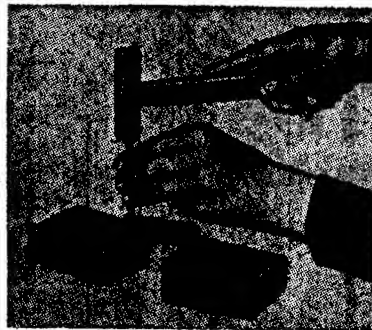

Рис. 94. Избиване оста на изхвъргача от затвора
- избива се оста на изхвъргача с избивката и чукче (рис. 94);